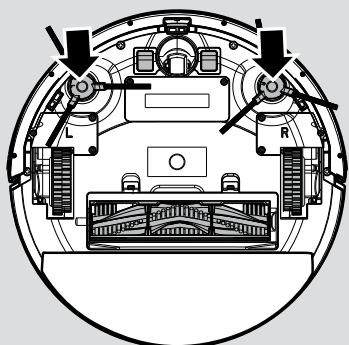

Fig. 3
7. Tryk de to kantrengøringsbørster ned på beslagene, indtil de klikker på plads. Vær opmærksom på lokationen af L og R på enheden, samt på børsterne. **[Fig. 3]**